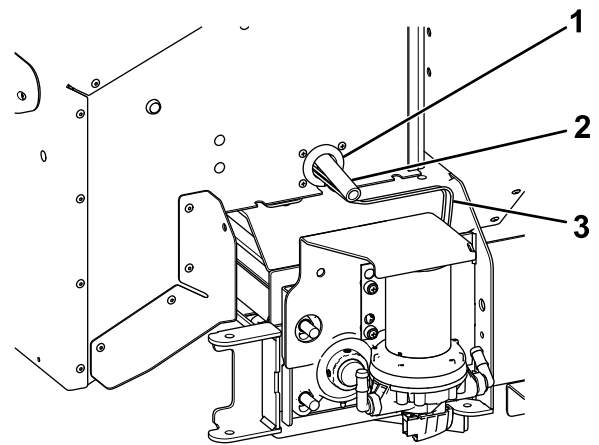

Figure 22
13. Rapprochez le capot arrière de l'épandeur et faites passer le connecteur de la pompe à travers le passe-câble installé précédemment (Figure 22). Pour les épandeurs Forge 2.0 à chaîne articulée, faites aussi passer le flexible de 45 cm (18 po) de la buse de pulvérisation à travers le passe-câble.